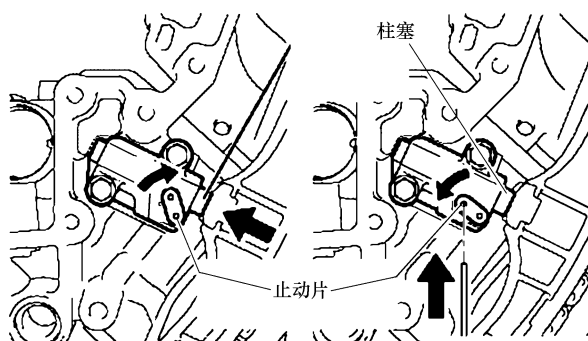
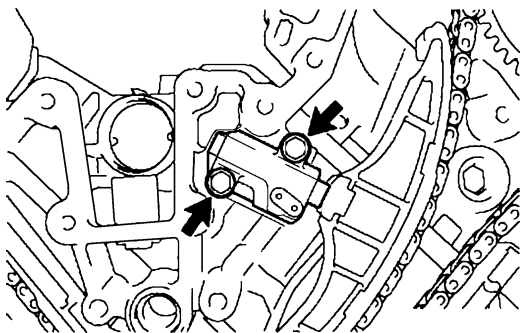

图 24-36 止动片和柱塞识别
图 24-37 正时链条张紧器螺栓
② 如果正时标记没有对齐, 则顺时针转动曲轴并对齐标记。
① 按照图 24-36 所示, 向上推动止动片解除锁定, 将张紧器的柱塞压入张紧器中。
② 向下推动止动片, 设置到锁定位置, 在止动片的孔中插入六角扳手。
③ 按照图 24-37 所示, 拆卸正时链